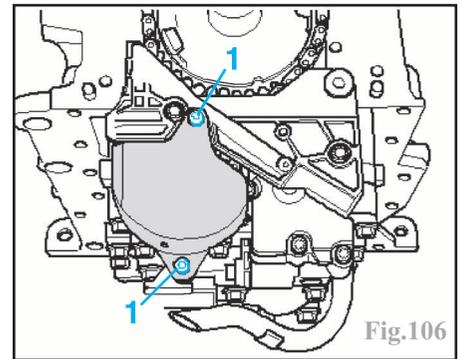

Fig.106
Déposer les vis (1) et retirer le cache du pignon de chaîne (Fig.106).
Retirer le dispositif de blocage du vilebrequin (Fig.106).